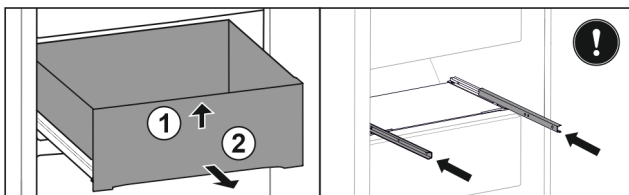

Fig. 142
- ▶ 抬起抽屉前部。 Fig. 142 (1)
- ▶ 朝前取出抽屉。 Fig. 142 (2)